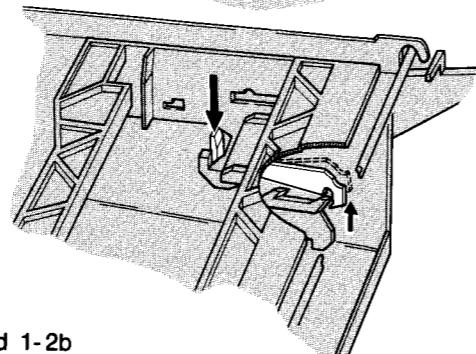

Bild 1-2b
- Beim Nachhinstieben des Liftes Sperrhebel nach unten drücken. Bild 1-2b.